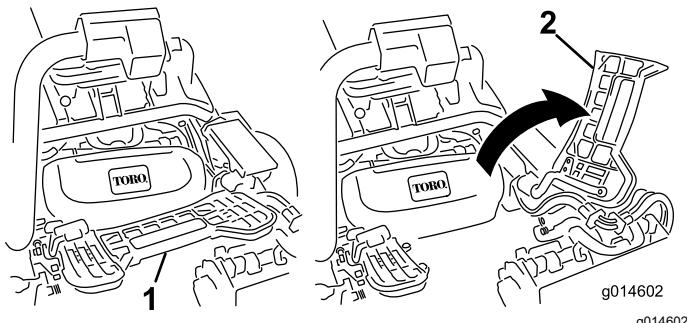

Figura 57
2. Sollevate il poggiapiedi e ruotate lo fino all'apertura, per consentire l'accesso alla posizione dell'apparato di taglio centrale. (Figura 57)